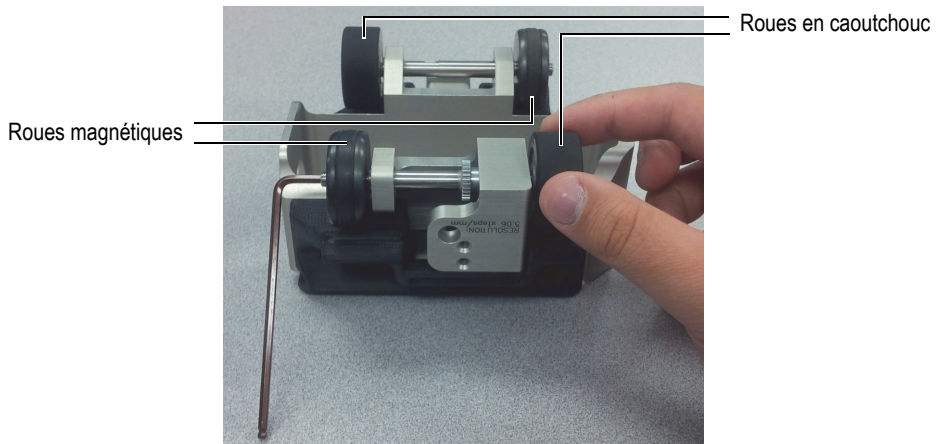

Figure 2-1 Remplacement d'une roue
Pour l'inspection manuelle, deux (2) roues en caoutchouc et deux (2) roues magnétiques doivent être installées de manière diagonalement opposée (voir la Figure 2-1 à la page 29). Pour l'inspection avec le scanner en option, quatre (4) roues en caoutchouc doivent être installées.
3. Insérez la clé hexagonale dans l'extrémité de l'axe de la roue en face de la roue que vous souhaitez enlever (voir la Figure 2-1 à la page 29).